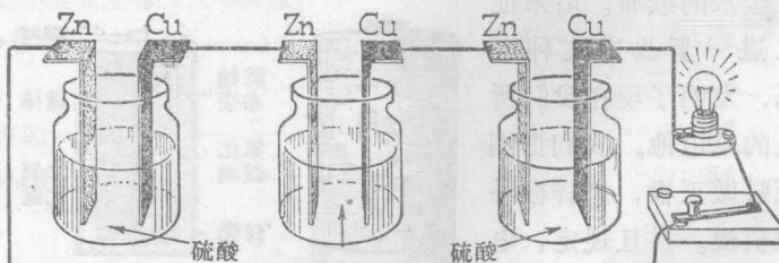

图 3 用三只单电池点亮一个小电珠
了便于辨别电极的极性，正极经常漆成红色，负极漆成黑色。电池里的液体，在电流流动时会分解。这种液体叫电解质。如果用三个这样的电池，象图 3 那样，把前面一个电池的铜极板与后面一个电池的锌极板连接起来，就能点亮手电筒里的电珠。
2. 找几个废电池，从里面取出三根碳棒，从锌壳上剪下三块差不多大小的锌片。取三个玻璃瓶，每个瓶里放一根碳棒和一块锌。瓶里灌入氯化铵溶液。这样就做成了三个单电池。将这些电池和一个开关、一个电珠照图 3 那样連接起来。合上开关，注意电珠和极板。碳棒上发生了什么？現在把开关拉开，取出碳棒，把它们分別插入三袋装有二氧化锰的布袋中去，然后連布袋放回原瓶，觀察一下电珠发光是否比較稳定？为什么？